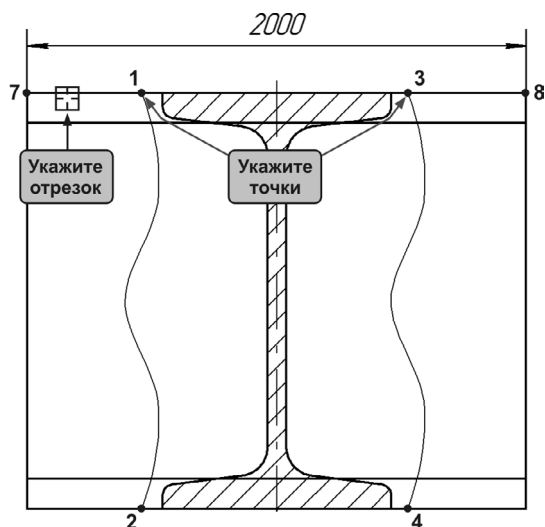

Рис. 20.3. Удаление горизонтальных отрезков
9. Удалите участки четырех горизонтальных отрезков между кривыми Безье (рис. 20.3).